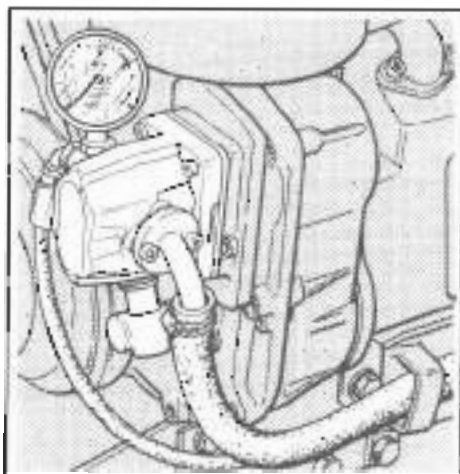

Fig. 23 - Bild 23
Di seguito sono descritte le operazioni necessarie per effettuare dei controlli sull'impianto per accertarsi del suo perfetto funzionamento e per effettuare la taratura delle valvole. **Attenersi scrupolosamente a quanto descritto.** Lo schema dell'impianto idraulico è illustrato nell'fig. 23.
1. Testare con un manometro la portata della pompa idraulica a motore spento con un tempo di circolazione 20/40 sec. (vedi fig. 23).
Nota — La flangia della pompa idraulica sul corpo del motore, può trovarsi in una posizione diversa da quella indicata in fig. 23. La posizione può variare a seconda del motore montato sulla trattoria.
Note — The tractor pump has an engine pump that is located in a position other than shown in figure 23. The location may vary depending upon the engine mounted on the tractor.
Nota — La pompe du tracteur a une pompe à moteur qui est située dans une position différente de celle montrée au figure 23. La position est en fonction du moteur installé sur le tracteur.
Bemerkung — Die Pumpe des Traktors hat einen Motorschlauch, der sich in einer anderen Position befindet als in der Abbildung 23 dargestellt ist. Die Position kann je nach dem verwendeten Motortyp variieren.